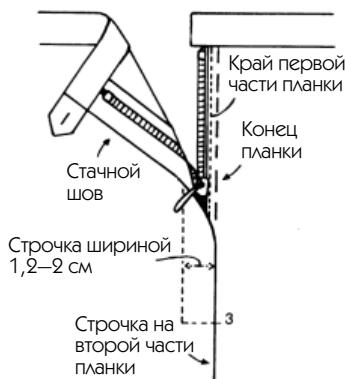

Рис. 278
Этот способ, проиллюстрированный на рис. 278, подойдет для:
1. Стачной шов, идущий от нижнего края до разреза (точка 3 на рис. 278 и 279) разутюживается. Пояс подготавливается в соответствии с будущим монтажом «под планку» (см. раздел «Юбка»), т. е. может быть притачан, но пока не подогнут.
3. Край, который сформирует планку (изображенный справа на рис. 278 и 279), заутюживается на 3 мм дальше границы планки (планкой мы называем верхний край).